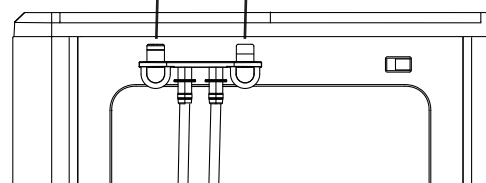

Figura 8
11. Desenganche la parte superior de las mangueras de drenaje en la parte posterior de la unidad. Ver figura 8.